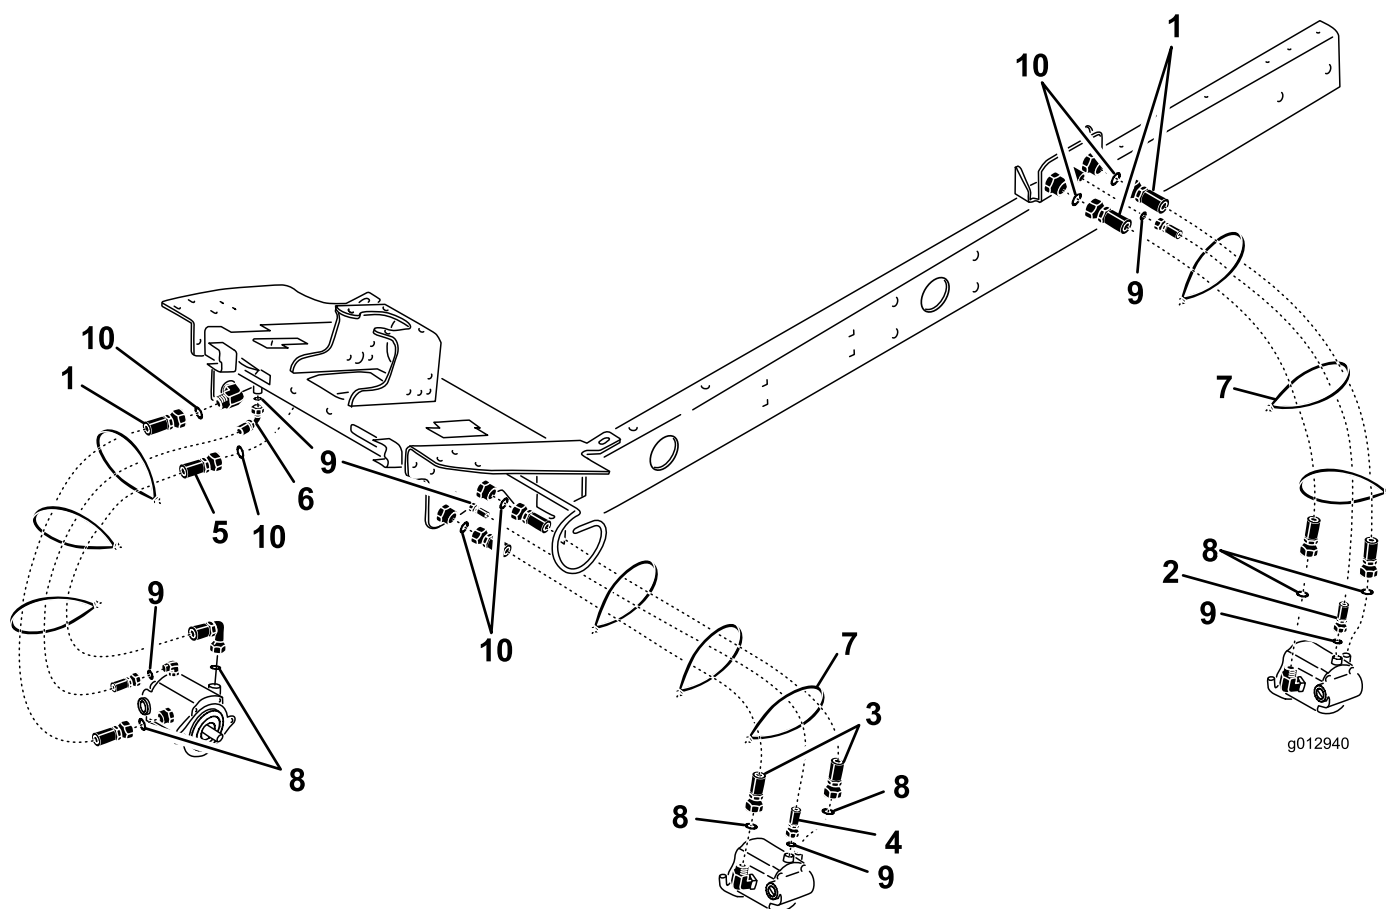

Figura 1
1. Localize e retire as mangueiras a serem substituídas como se mostra em Figura 1.
2. Substitua as mangueiras antigas e anéis de retenção por novos. O número de artigo de cada nova mangueira é indicado em Figura 1.